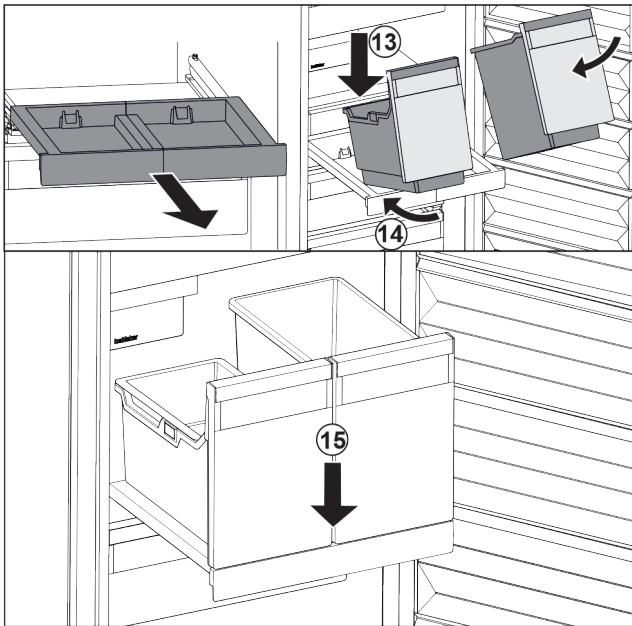

Fig. 34
- ▶ Bak schuin op het uitschuifplateau plaatsen. Fig. 34 (13)
- ▶ Bak er schuin naar achteren inschuiven. Fig. 34 (14)
- ▶ Bak aan voorzijde neerzetten. Fig. 34 (15)